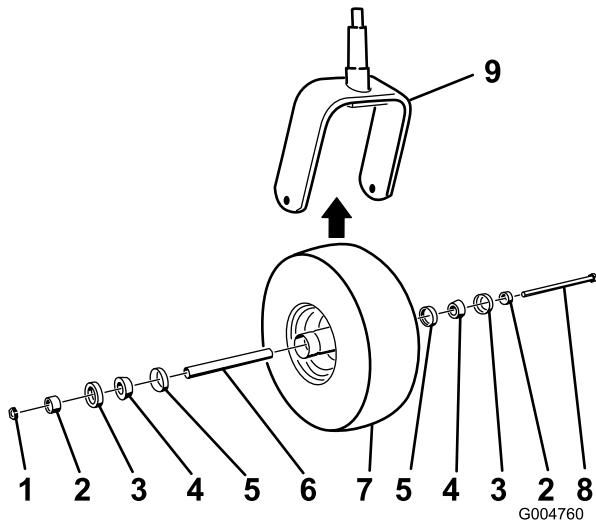

Bild 48
5. Montieren Sie das Laufrad, indem Sie die konischen Lager und Dichtungen, die mit Fett gefüllt sind, in die Radnabe drücken, siehe Bild 48 für die Positionierung.
2. Entfernen Sie die Sicherungsmutter von der Schraube, mit der das Laufrad an der Gabel befestigt ist (Bild 48).